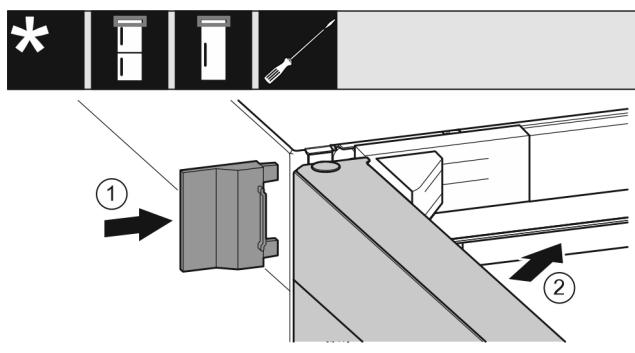

Fig. 22
- Надвиньте внешнюю крышку. *Fig. 22 (1)*
- Закройте верхнюю дверь. *Fig. 22 (2)*